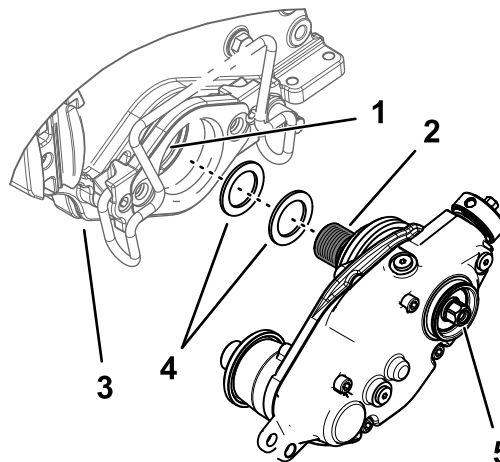

Рисунок 12
2. На блоке привода механической щетки, установленном с левой стороны режущего блока, установите 2 регулировочные шайбы на резьбу черного переходника барабана (Рисунок 12).
4. Присоедините блок привода механической щетки к валу барабана (Рисунок 12).
6. Удерживая барабан в зафиксированном положении, затяните шестигранную головку на валу блока привода с моментом от 135 до 150 Н·м; см. Рисунок 12.